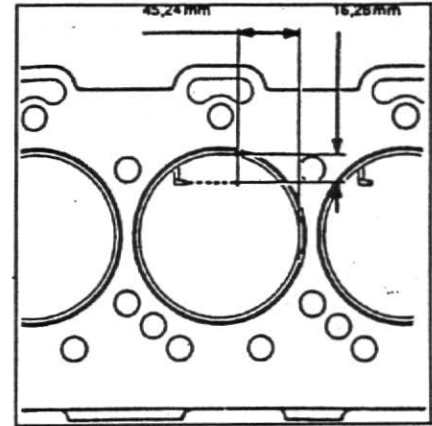

Fig. 16
5. O posicionamento do injetor de óleo lubrificante dentro do bloco do motor é conferido com o motor visto de cima, sem o cabeçote, fig.16.